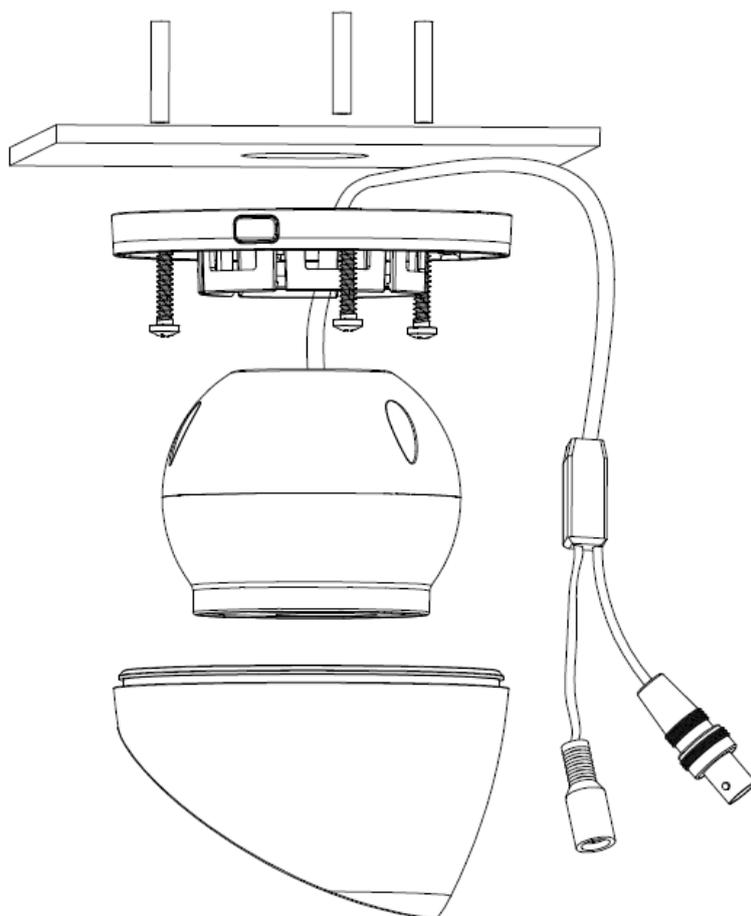

Рисунок 3-1
- При наличии пластикового защитного корпуса нажмите кнопку на цоколе, откройте защитный корпус и демонтируйте цоколь (см. Рисунок 3-1).